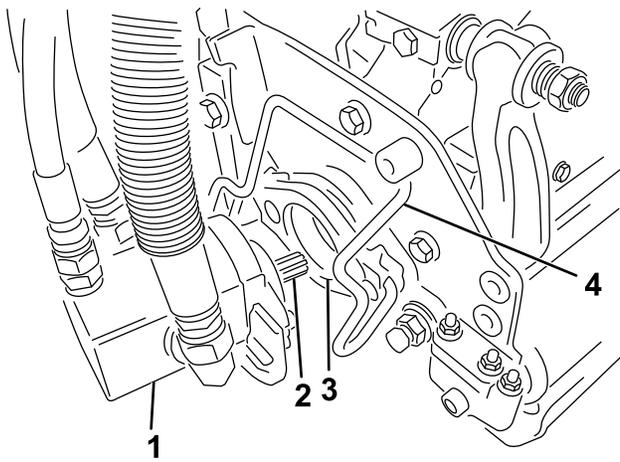

図 48
5. カッティングユニット用モータのスプラインシャフトにきれいなグリスを塗りつける 図 48。
6. モータを、カッティングユニットの左側運転席から見てに取り付け、カッティングユニットについているモータ固定バーを、モータの上から被せるようにセットし、モータの左右から「カチッ」というロック音が聞こえるまで押し下げる 図 48。